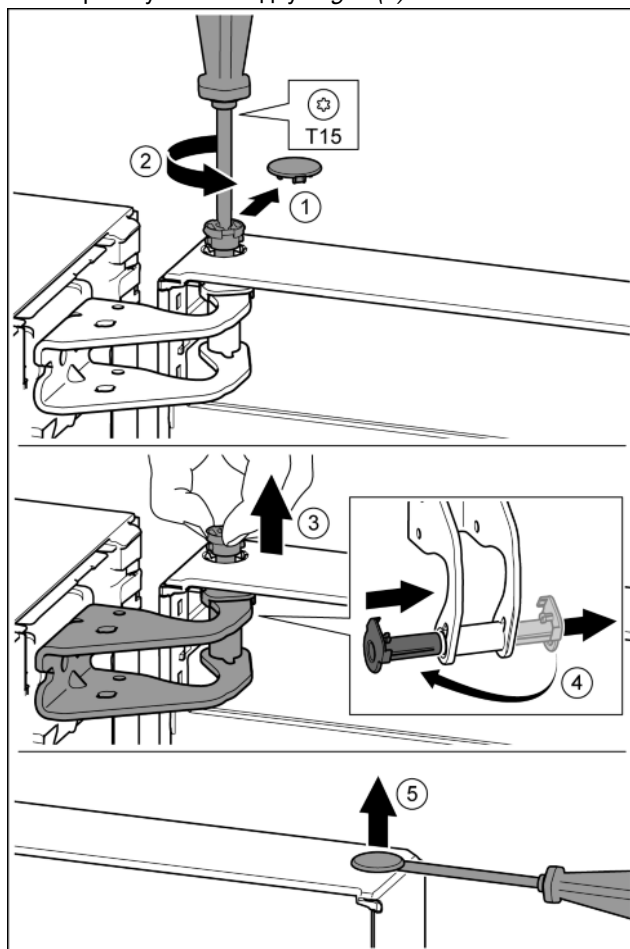

Fig. 10
- ▶ Обережно зніміть запобіжну кришку. Fig. 10 (1)
- ▶ Трохи викрутіть гвинт за допомогою викрутки T15. Fig. 10 (2)
- ▶ Притримуйте дверцята і витягніть палець руками. Fig. 10 (3)
- ▶ Витягніть із прямої опору втулку. Встановіть і зафіксуйте з іншого боку. Fig. 10 (4)
- ▶ За допомогою шліцевої викрутки обережно підніміть пробку із опорного втулка дверцят та витягніть її. Fig. 10 (5)